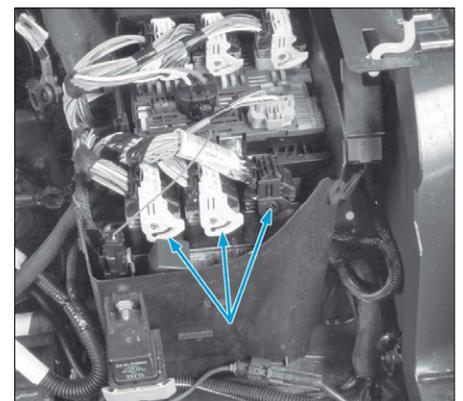

FIG. 33
- Débrancher les connecteurs du calculateur (Fig.33).